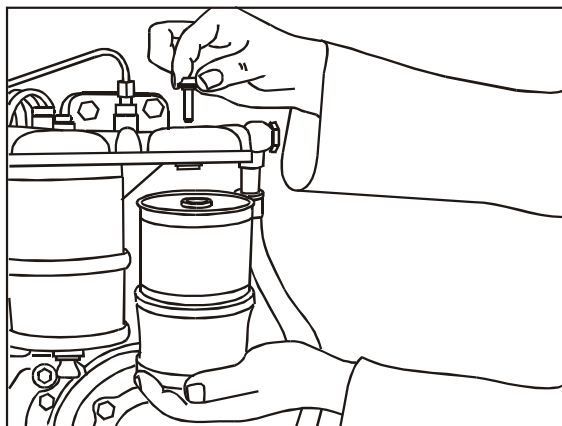

FIG 11
3. Remova o elemento com a base inferior e os vedadores, **Fig. 11**.